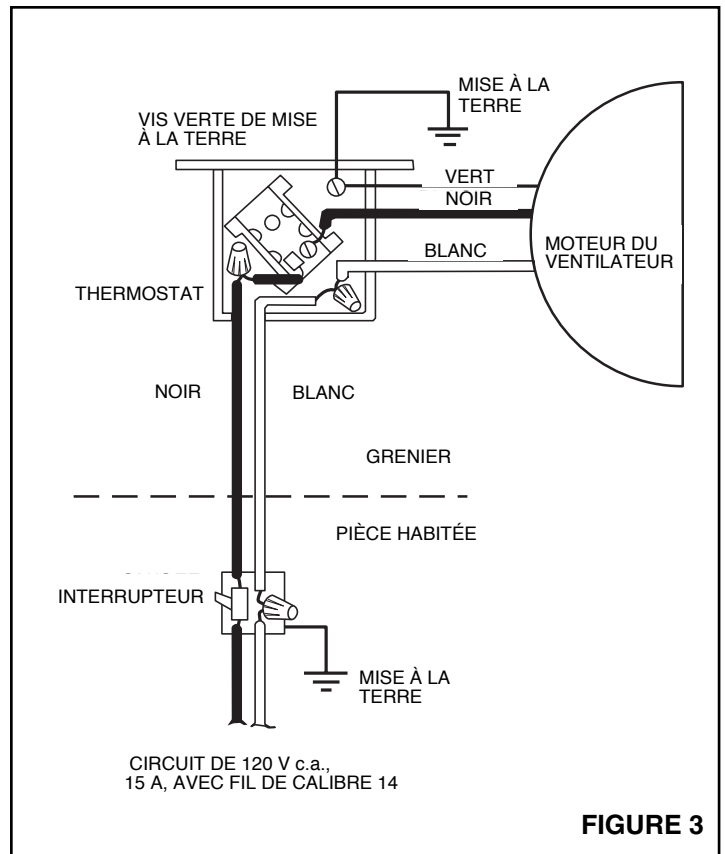

FIGURE 3
1. Consulter la Figure 3. Acheminer un fil 120 V c.a. jusqu'à la boîte électrique, puis le fixer en place au moyen d'un connecteur électrique.